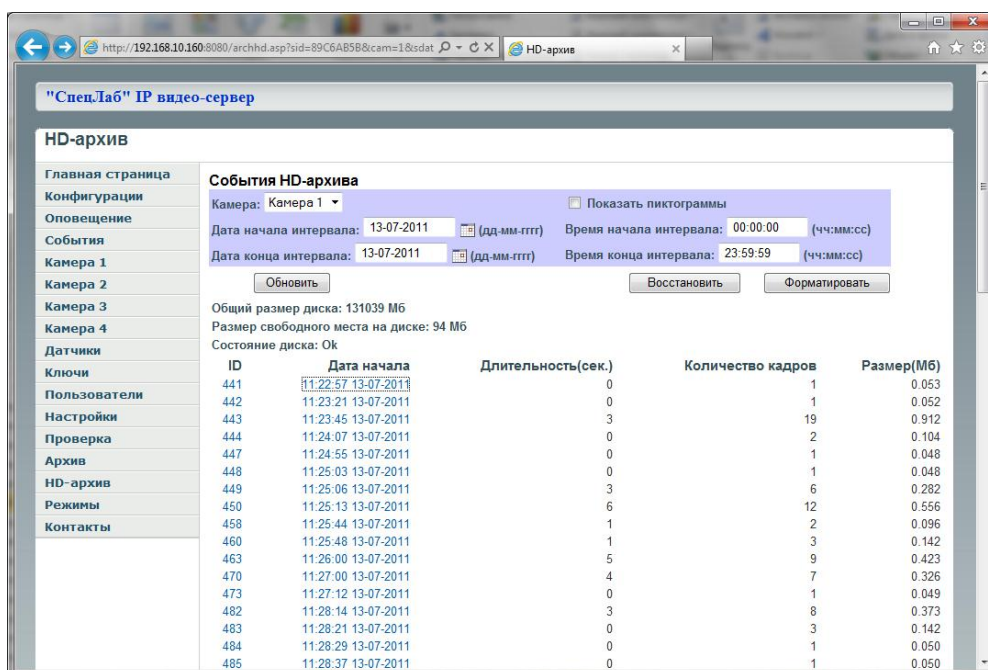

Рисунок 78. События HD архива
2. Выберите нужную вам камеру и задайте временной интервал (см. Рисунок 78. События HD архива)
3. Найдите отрезок записи на этом интервале, который вы хотите экспортировать, и нажмите на цифру слева от отрезка записи (столбец «ID», см. Рисунок 78. События HD архива).